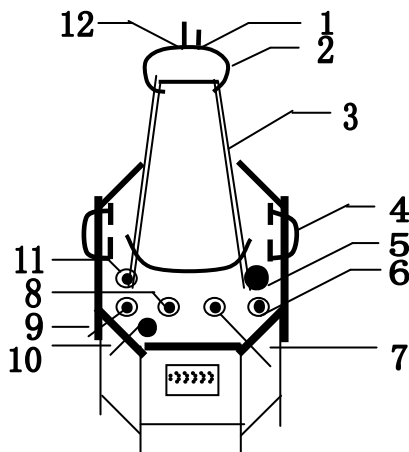
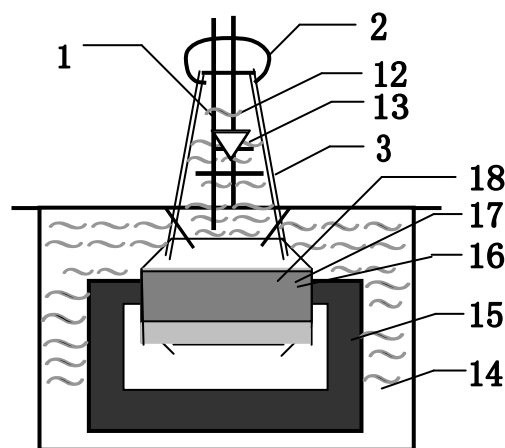

图 1: 单台 CQSB(G)、TDM(G) 试验变压器外部结构示意图
图 2: 单台试验变压器内部结构图
NDYB、TDM(G) 系列轻型高压试验变压器采用单框芯式铁芯结构。初级绕组绕在铁芯上，高压绕组在外，这种同轴布置减少了漏磁通，因而增大了绕组间的耦合。产品的外壳制成与器芯配合较佳的八角形结构，整体外形显得美观大方。其外部结构图见图 1，内部结构图见图 2。